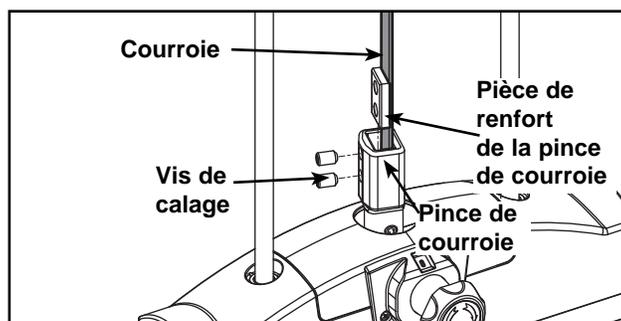

Figure 12
- E. Serrez la courroie et fixez-la à la pince à l'aide des deux vis de calage. **REMARQUE** : Serrez les vis de calage au couple de 300-350 po/lb (33,90 - 39,55 N-m). Reportez-vous à la figure 12.